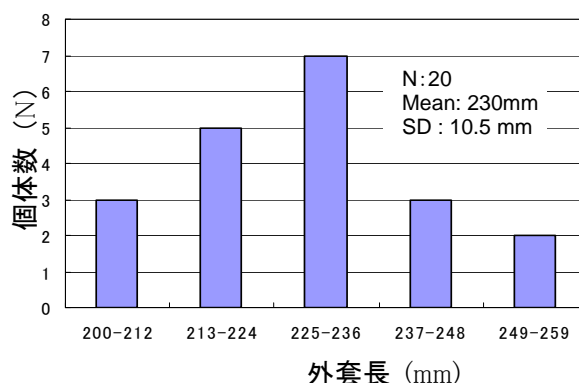

図 5.3 外套長のヒストグラム
手釣りによって釣獲されたスルメイカの測定データをもとに、外套長、体重それぞれについて①平均値、②標準偏差、③ヒストグラム(図 5.3)を作成する。